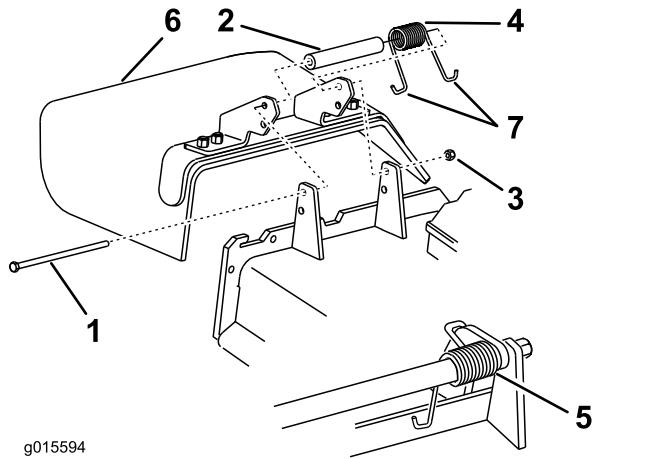

Figura 85
1. Îndepărtați contrapiulita, urubul, arcul și distanțierul care fixează deflectorul pe suporturile pivotante (Figura 85).
2. Îndepărtați deflectorul pentru iarba deteriorat sau uzat (Figura 85).
Notă: Asigură-vă că ai montat capătul în formă de J în spatele marginii punii, înainte de a monta urubul conform Figura 85.
6. Amplasați capătul în formă de J al arcului în jurul deflectorului pentru iarba (Figura 85).